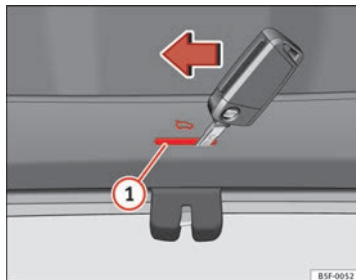

Fig. 58 Porta-bagagens, atrás, lado direito: acesso ao destrancamento de emergência
- Retire a tampa pela ranhura com ajuda de uma chave de parafusos ⇒ Fig. 58 A.
- Introduza a chave no orifício previsto e rode-a no sentido da seta até libertar o trinco ⇒ Fig. 58 B.